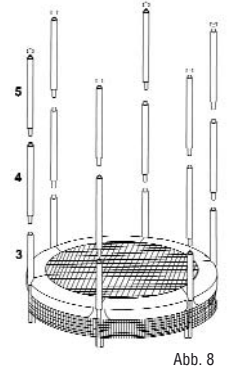
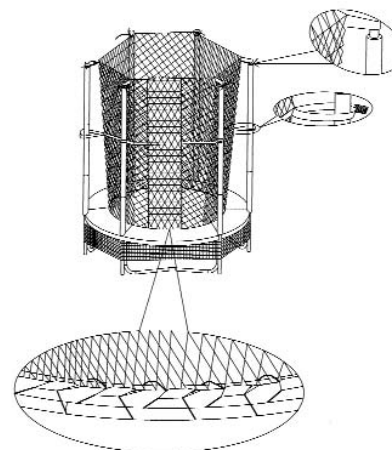

Abb. 8
Abb. 9
Aus Gründen der Übersichtlichkeit ist das Sicherheitsnetz in Abb. 3 bis Abb. 8 nicht dargestellt. Tatsächlich ist jedoch die Unterseite des Sicherheitsnetzes mit der Sprungmatte zusammengenäht und mit 12 Klettverschlussstreifen versehen.
Montiere das mittlere (3) und obere Rohr (4) des Sicherheitsnetzes am unteren Rohr (2) (Abb.8). Achte darauf, dass die Druckknöpfe alle eingerastet sind. Bring danach das Sicherheitsnetz an die Rohre an. Verankere das Netz zunächst an den oberen Rohrenden mit den elastischen, geschlossenen Schlaufen; sichere das Netz zusätzlich, indem Du die Bänder am oberen Rand des Sicherheitsnetzes an die Rohre festbindest. Danach befestige die Klettschlaufen in der Mitte der Rohre (Abb.9).